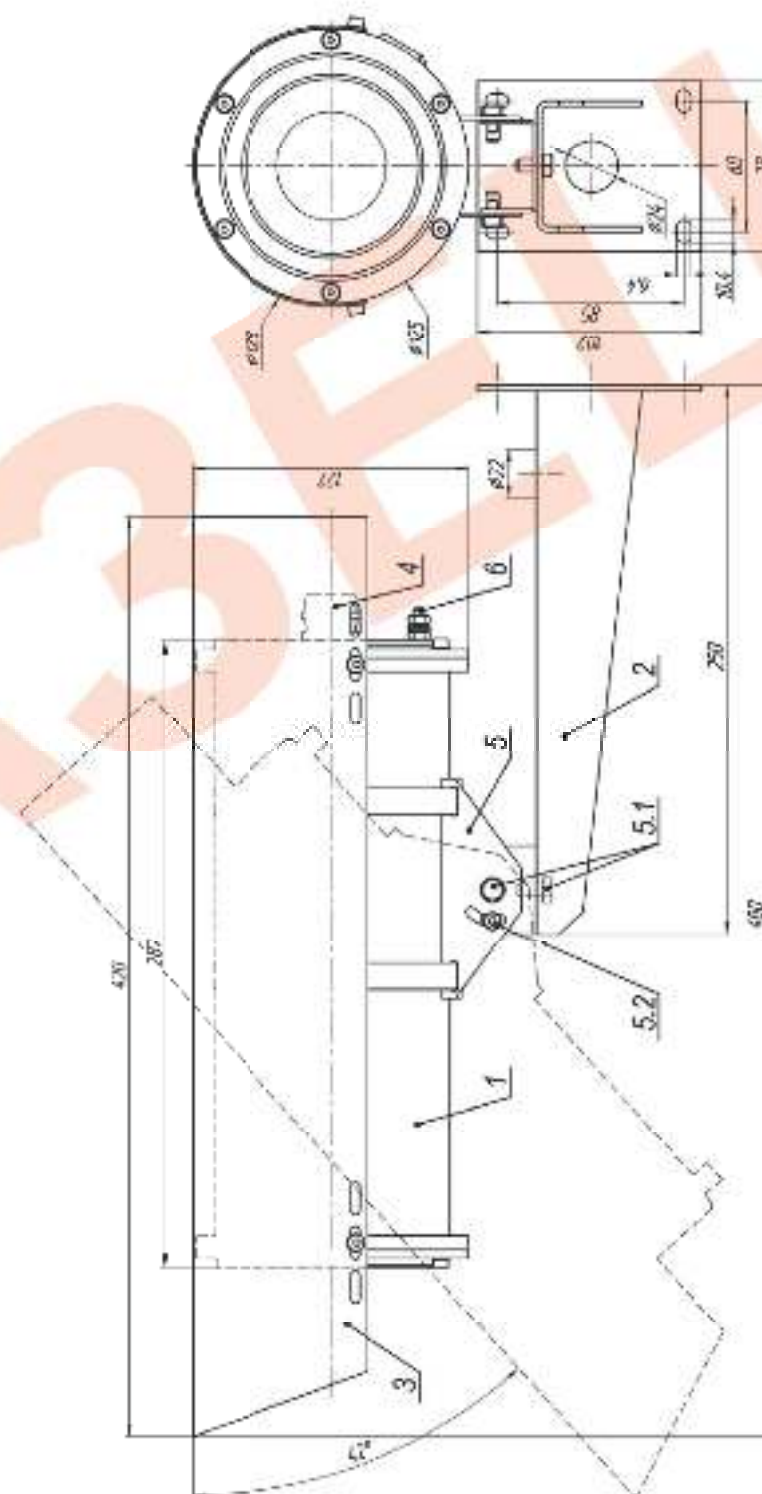

Рис.1 Габаритные и установочные размеры ТВК-190 IP
2. Ослабить болты и винты фиксации шарнира (поз.5.1 и 5.2 рис.1), установить гермобокс на нужное направление обзора, после чего надёжно зафиксировать шарнир затянув выше перечисленные болты и винты.
3. Заземлить гермобокс с помощью болта заземления (поз.6 рис.1).
Состав изделия: (см. рис.1)